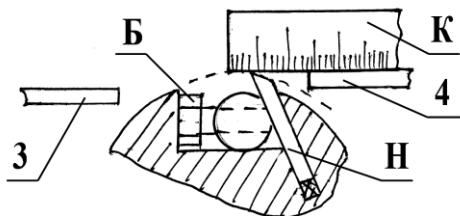
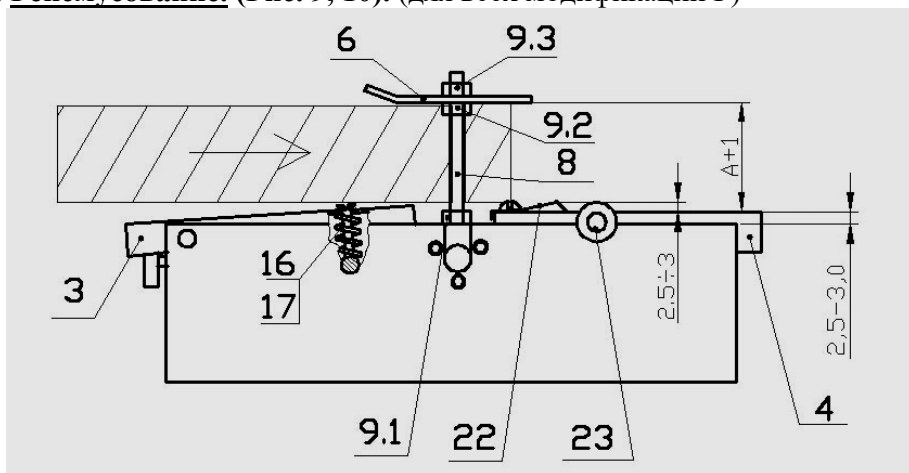

Рис. 7
Рис. 9
5.2. Периодически не реже 1 раза в неделю (в первые дни работы – каждый день) проводить смазку подвижных частей и узлов смазкой солидол (ЦИАТИМ-201), проверять натяжение и износ ремня, износ подающего вала (23, Рис.7). Ремень должен быть натянут силой около 100Н (10кгс). Необходимо соблюдать зазор **2,0÷2,5мм** между подающим валом (23) и задним столом (4).
- Выставить ножи (Н) строгального вала при помощи линейки-кондуктора (К) по передней кромке заднего стола (4) и надежно зажать их болтами (Б) (Рис.7).
4.3. Строгание, строгание под углом. (Рис. 7, 8, 9)
В случае острой необходимости проведения обычного строгания на модификациях Р и Р2 необходимо (см. Рис.7): Снять пружинную пластину (22, для модификации Р) или подающий вал (23, для модификации Р2) с заднего стола (4) (если они установлены), для чего:
- раскрепить 4 болта крепления заднего стола к стенкам корпуса и снять стол (4);
4.2.1. Рейсмусование с жёстким прижимом (Рис.9):
- Ввернуть шпильки (8) в опоры вала и законтрить их гайками (9.1), навернуть опорные гайки (9.2), надеть на шпильки прижим (6) и закрепить его шайбами и гайками (9.3).
4.2. Рейсмусование. (Рис. 9, 10). (для всех модификаций Р)